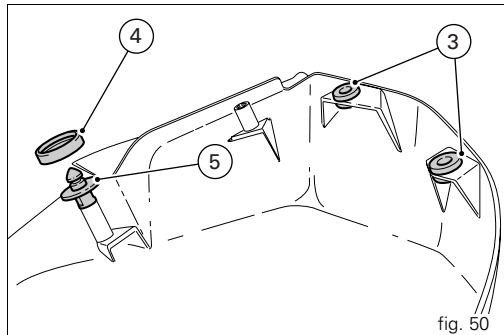

fig. 50
Avant de passer au remontage, vérifier que les caoutchoucs (3) et le joint (4) ont été correctement posés sur le goujon (5) (fig. 50).